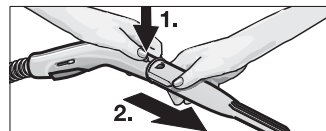

Abb. 2: Trennen der Zubehöerteile
- Zum Trennen der Zubehöerteile drücken Sie die Entriegelungstaste (B3 bzw. F2) und ziehen die Teile auseinander (siehe Abb. 2).